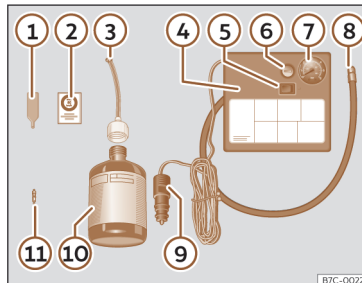

Fig. 199 Representação standard: conteúdo do kit antifuros.
O kit antifuros está localizado na bagageira, por baixo do revestimento do piso. Inclui os seguintes componentes >>> **Fig. 199**:
- Desenrosque a proteção e o obus da válvula do pneu. Utilize o aparelho >>> **Fig. 199** 1 para retirar o obus. Coloque-o numa superfície limpa.
- Agite com força a garrafa de vedante de pneus >>> **Fig. 199** 10.
• Enrosque o tubo de enchimento >>> **Fig. 199 ③** na garrafa de vedante. O selo da garrafa partir-se-á automaticamente.
• Remova o tampão do tubo de enchimento >>> **Fig. 199 ③** e enrosque a extremidade aberta do tubo na válvula do pneu.
• Volte a colocar o obus com o aparelho >>> **Fig. 199 ①** na válvula do pneu.
• Enrosque o tubo de enchimento do pneu do compressor >>> **Fig. 199 ⑧** na válvula do pneu.
• Verifique se o parafuso de evacuação de ar está fechado >>> **Fig. 199 ⑥**.
• Ligue o conector >>> **Fig. 199 ⑨** a uma tomada de corrente de 12 volts do veículo >>> **Página 242**.
• Ligue o compressor de ar com o interruptor ON/OFF >>> **Fig. 199 ⑤**.
• Cole o autocolante >>> **Fig. 199 ②** no painel de instrumentos, dentro do campo visual do condutor.
Volte a enroscar o tubo de enchimento >>> **Fig. 199 ⑧** e verifique a pressão no manómetro ⑦.